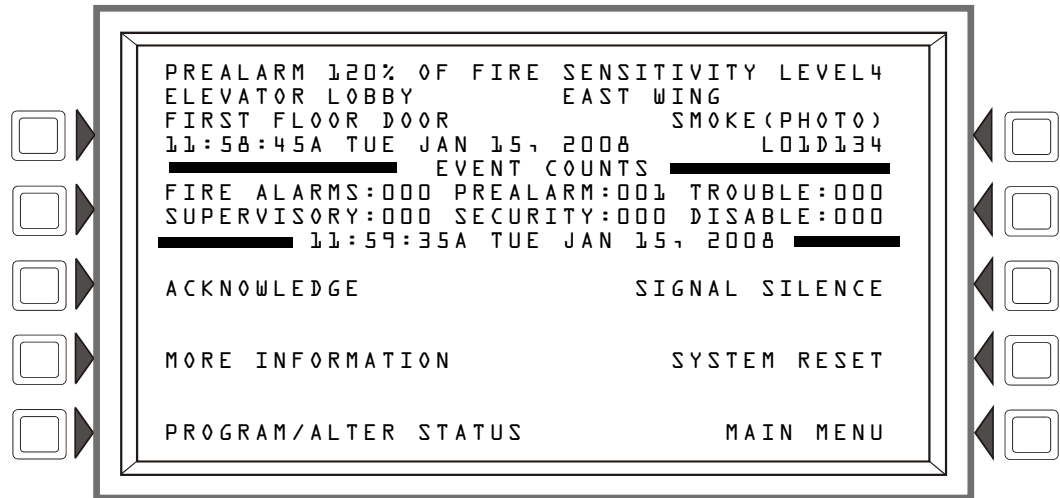

Figura 2.5 Ejemplo de mensaje de pre-alarma
- Muestra PRE-ALARM (pre-alarma) en el esquina superior izquierda de la pantalla LCD así como también la lectura de sensibilidad, el código de tipo y demás información específica del detector como se puede observar en la figura 2.5.